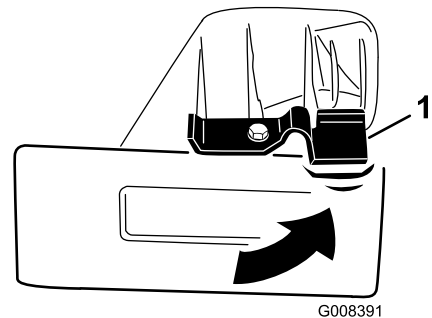

Figure 21
3. Tournez le verrou sur l'obturateur de déchiquetage dans le sens antihoraire en position déverrouillée (Figure 21).